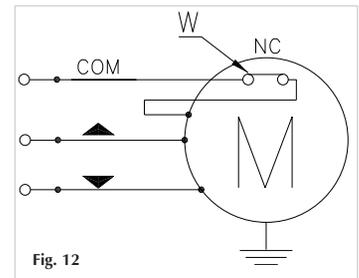

Fig. 12
- 4) For Plus Versions, connect the micro switch's cable (W) in series to the feeding cable (common) of the gearmotor (see figure 12).
- 4) Branchez le câble du micro (W) dans la série sur le câble d'alimentation (commun) du motoréducteur (voir figure 12).